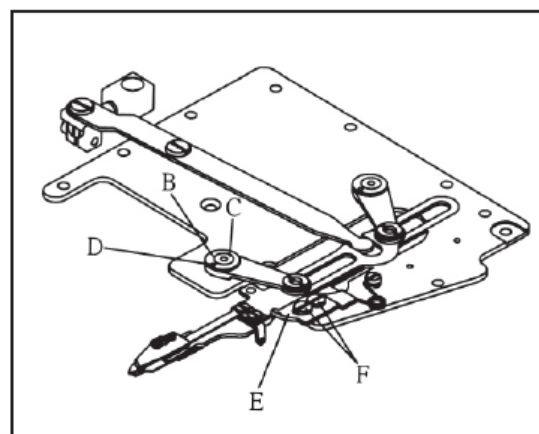

Рис. 43
.Для регулировки положения подвижного ножа ослабьте винт (С) эксцентрикового кольца направляющей ножа (В) и поверните эксцентриковое кольцо в правильное положение. Установите метку (D) эксцентрикового кольца в положение "3 часа" (см. Рис. 43)
Если вы хотите отрегулировать эксцентриковое кольцо для изменения угла нижнего устройства обрезки нити, пожалуйста, ослабьте винт (F) направляющей держателя нижнего держателя ножа. Отрегулируйте так, чтобы направляющая держателя нижнего ножа (E) чуть касалась держателя нижнего ножа и зафиксируйте винт (F) после регулировки угла устройства обрезки нити (см. Рис. 43)